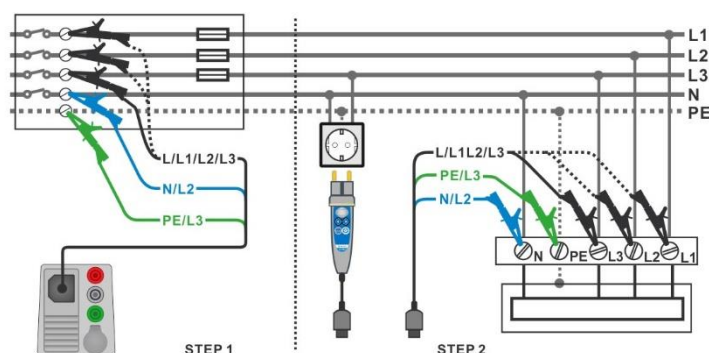

Abbildung 7.64: Spannungsabfallmessung – Anschluss des Commander-Prüfstecker und des 3-Leiter Prüfadapters
- › Schließen Sie den 3-Leiter Prüfadapter am Ausgangspunkt der elektrischen Anlage an, siehe **Abbildung 7.64**.
- › Schließen Sie den 3-Leiter Prüfadapter oder den Commander Prüfstecker an den Prüfpunkten an, siehe **Abbildung 7.64**.